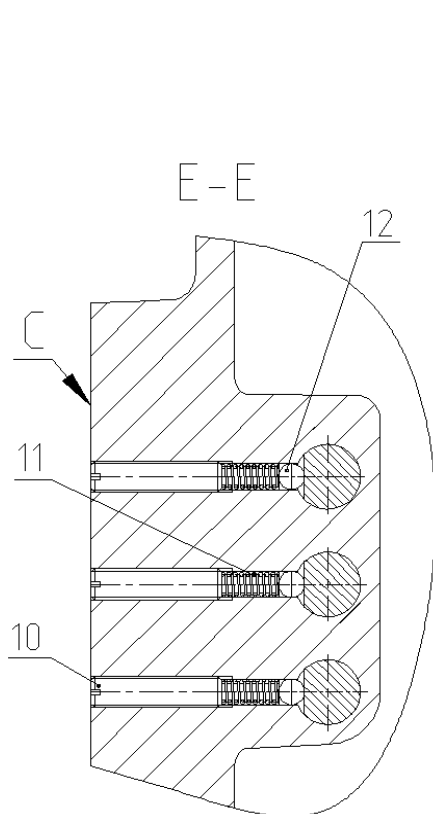

Рис.4.34
- 5) выверните винты (10), (рисунок 4.34), достаньте пружины (11) и шарики (12);
3) винты (10), (рисунок 4.34), заверните заподлицо с плоскостью «С», выступание торца винта над плоскостью не допускается, утопание торца винта не более 0,3 мм;